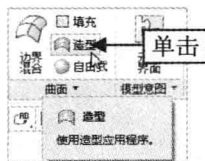

图 9-54 单击“造型”按钮
Step 02 在“功能区”选项板的“模型”选项卡中,单击“曲面”面板中的“造型”按钮,如图 9-54 所示。